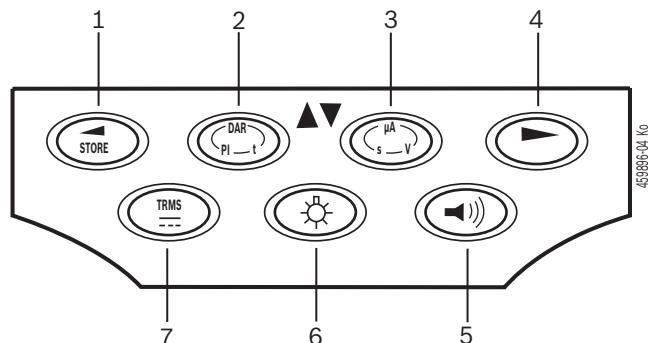

Fig. 3: Teclas de função FSA 050
A retroiluminação da tela LCD pode ser selecionada com o FSA 050 ligado (Fig. 3, pos. 6). A retroiluminação se desliga automaticamente após 20 segundos.
O besouro (Fig. 3, pos. 5) pode ser ligado para a medição da passagem. O símbolo surge na tela LCD (Fig. 5, pos. 4).
Durante uma comunicação Bluetooth, depois de premida a tecla de seleção ► (Fig. 3, Pos. 4), surge na tela LCD a indicação **bl** durante aprox. um segundo (Fig. 5, Pos. 2).